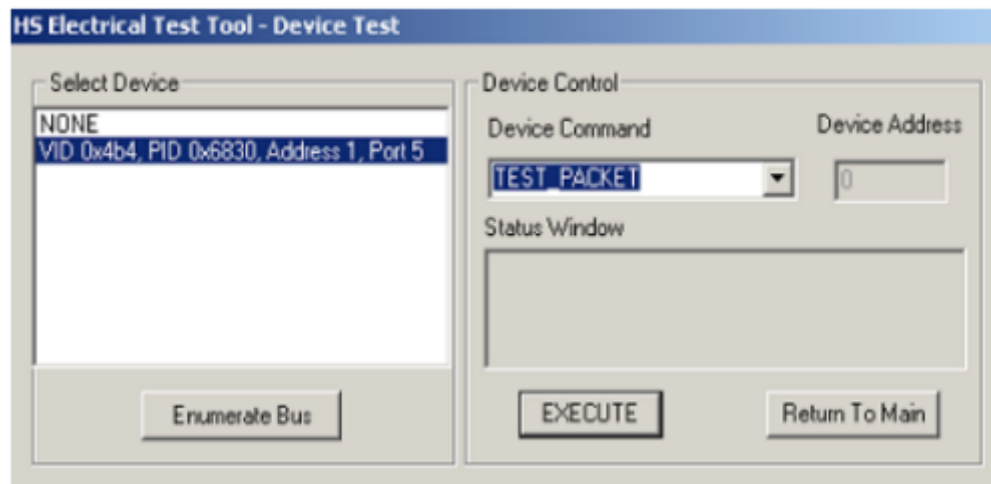
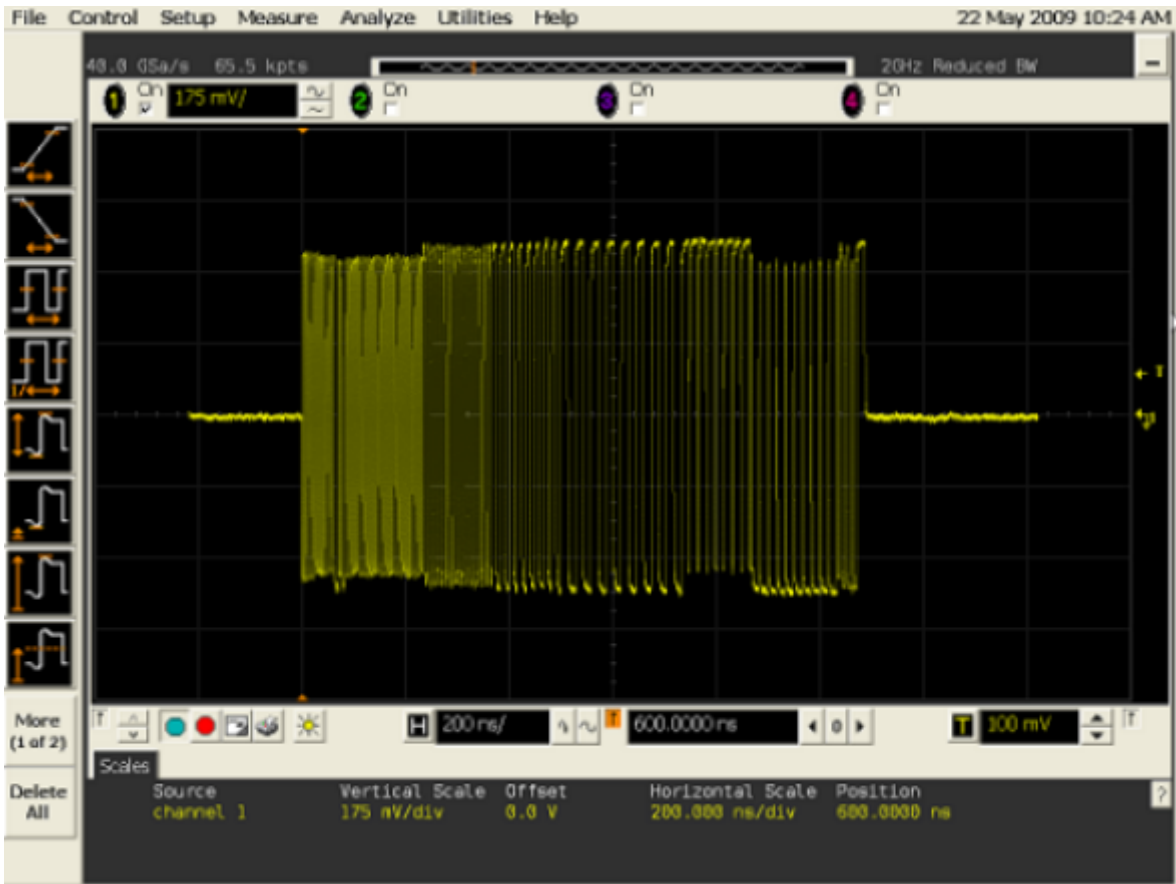

图 1-2 选择测试设备和测试命令
图 1-3 测试波形
3. 如图 1-2 所示，选择要测试的设备和测试命令“TEST PACKET”，然后点击“EXECUTE”按钮所示，执行完上述操作后，USB 控制器就会自动进入 Test Packet Mode，并连续发送周期性的测试包，测试波形如图 1-3 所示：
- 从示波器上观察是否有检测到如图 1-3 的周期性测试波形
- 如果没有图 1-3 的周期性测试波形，可能是测试命令没有执行成功或者测试命令有误